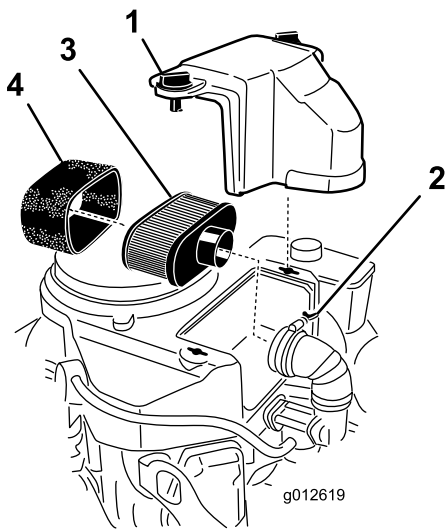

Figure 27
3. Nettoyez la surface autour du filtre à air pour éviter que des impuretés n'endommagent le moteur en tombant à l'intérieur (Figure 27).
4. Dévissez les boutons du couvercle et déposez le couvercle du filtre à air (Figure 27).
5. Dévissez le collier et déposez le filtre à air (Figure 27).
6. Sortez délicatement l'élément en mousse de l'élément en papier (Figure 27).
1. Ne nettoyez pas l'élément en papier, remplacez-le (Figure 27).
1. Glissez délicatement l'élément en mousse sur l'élément en papier (Figure 27).
2. Posez l'ensemble filtre à air sur sa base et fixez-le en place avec les 2 écrous à oreilles (Figure 27).
3. Mettez le couvercle du filtre en place et serrez le bouton (Figure 27).